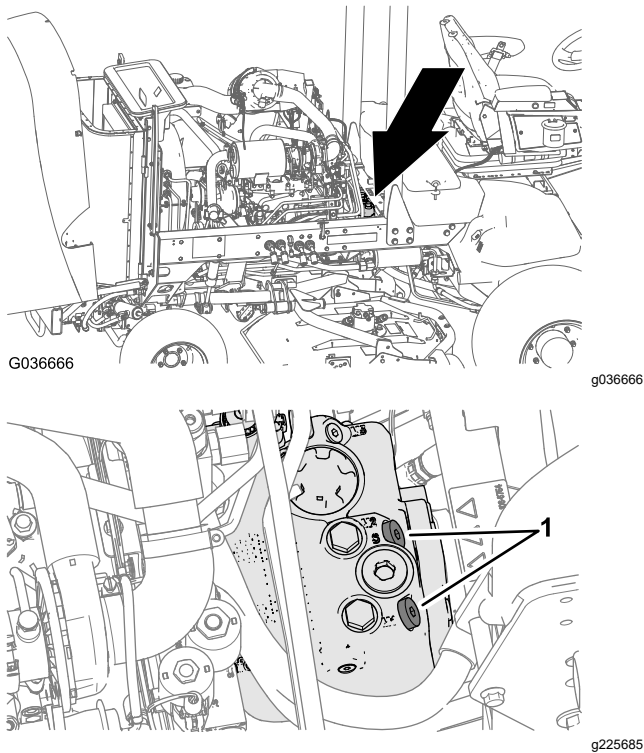

Figura 43
1. Levante el capó y localice las válvulas de alivio (**Figura 43**) en la parte superior de la bomba, detrás de la batería/cajas de almacenamiento.